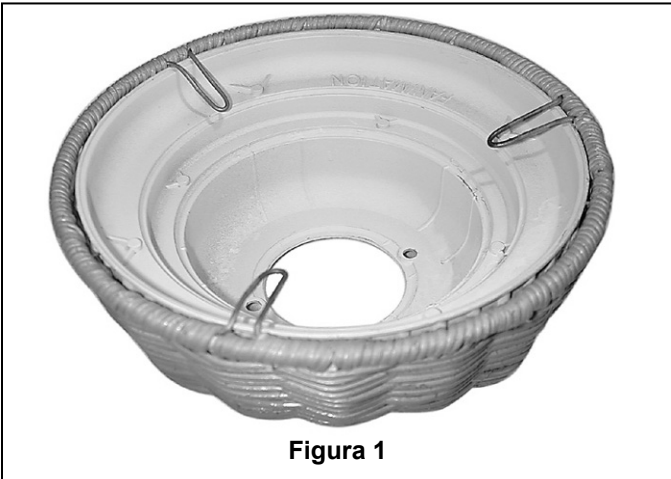

Figura 1
2. Ponga la tapa de mimbre sobre la cubierta del techo y sujete con lengüetas de metal (Figura 1).
3. Pase el conjunto de barra de bajada/cubeta de suspensión por la parte superior de la cubierta del techo (Figura 1) y empuje la tapa del acoplamiento del motor en forma de campana por la barra de bajada según se muestra.